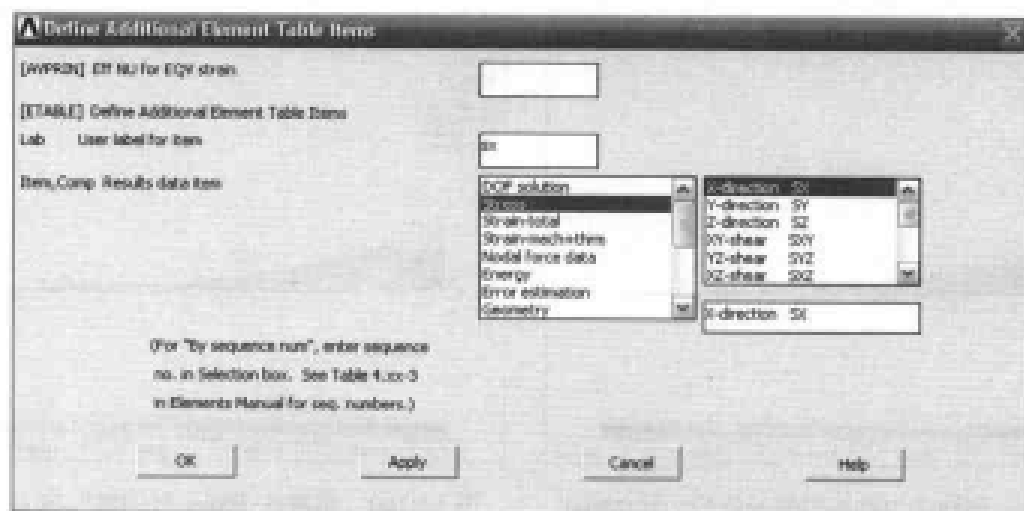

图 13-157 定义单元列表项目对话框
(14) 选择 Main Menu | General Postproc | Element Table | Define Table 命令, 出现 Element Table Data 对话框, 单击 Add 按钮, 出现 Define Additional Element Table Items 对话框, 在 Lab User label for item 文本框中输入 sx, 在 Item,Comp Results data item 的两个列表框中分别选择 Stress、X-direction SX 选项, 如图 13-157 所示, 单击 Apply 按钮; 在 Lab User label for item 文本框中输入 sy, 在 Item,Comp Results data item 的两个列表框中分别选择 Stress、Y-direction SY 选项, 单击 OK 按钮关闭该对话框。